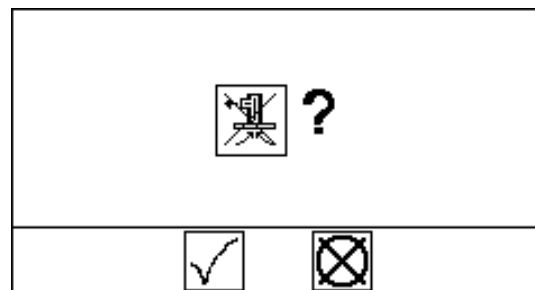
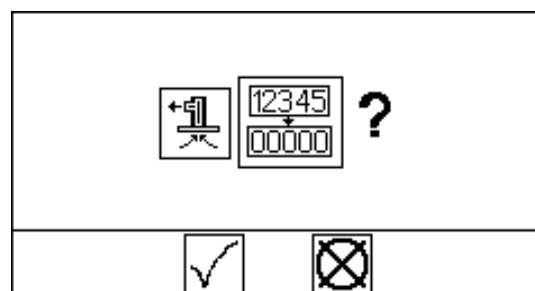

FIG. 22: Modus Vullen afsluiten - Bevestiging
FIG. 23: Teller voor de vultijd resetten - Bevestiging
**OPMERKING:** om de modus Vullen af te sluiten voordat de tijd op de timer is verstreken, dient de knop Pomp vullen ingedrukt te worden. Op het display verschijnt de vraag of de gebruiker het gevraagde wil bevestigen. Zie FIG. 22. Selecteer  om het vullen af te sluiten.
**OPMERKING:** om de teller voor de vultijd te verhogen, selecteert u  in FIG. 22. Op het display verschijnt de vraag of de gebruiker het gevraagde wil bevestigen. Zie FIG. 23. Selecteer  om opnieuw de fabriekswaarden in te stellen.